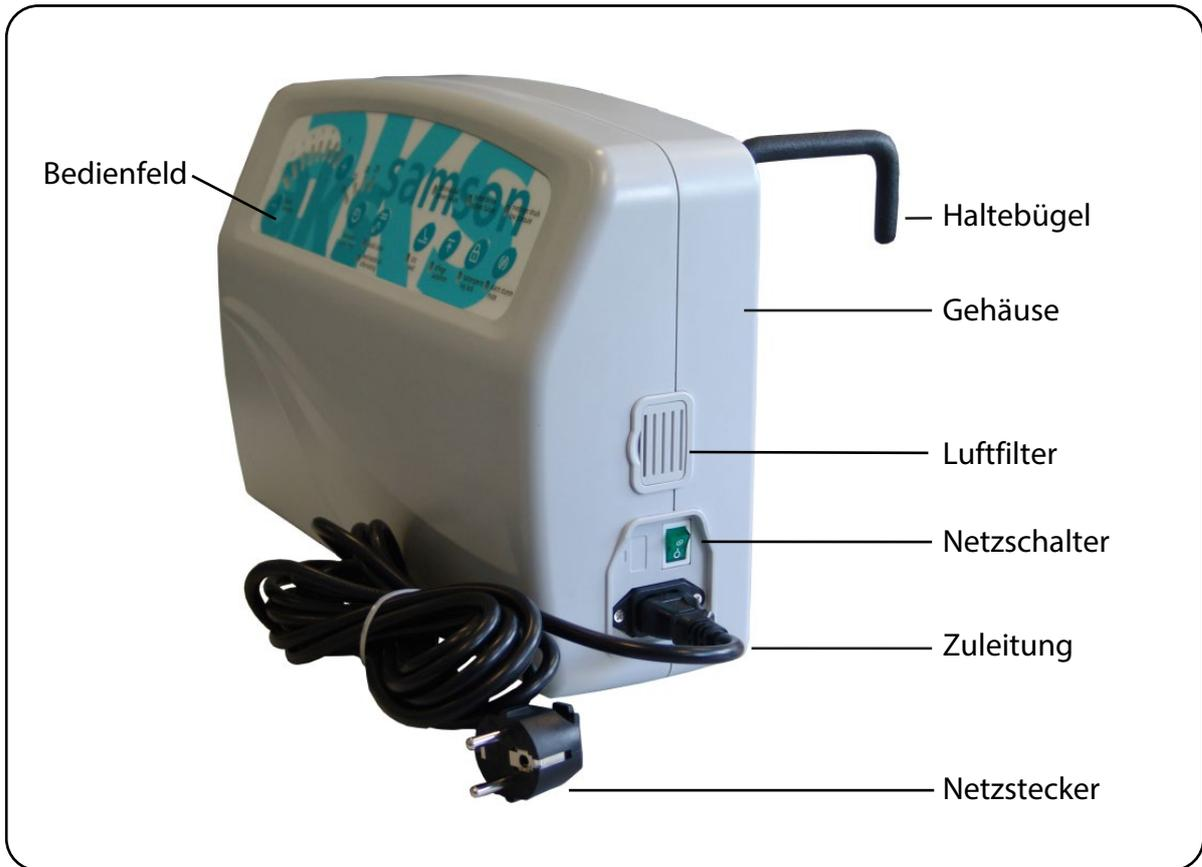

Abb. 5.01 - Aggregat Frontansicht
12. Überprüfen Sie, dass der Netzschalter (grün) des Aggregates auf „aus“ (0) steht. Der Netzschalter befindet sich auf der rechten Gehäuseseite (Abb. 5.01).
1. Schalten Sie das Aggregat mit dem Netzschalter ein (Abb. 5.01). Die Betriebskontrollleuchte im Netzschalter leuchtet grün auf und es ertönt ein kurzer Signalton.